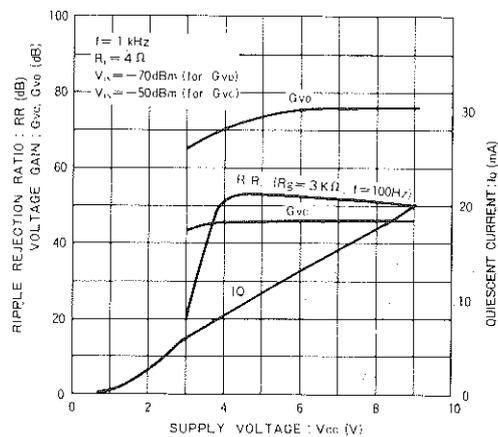
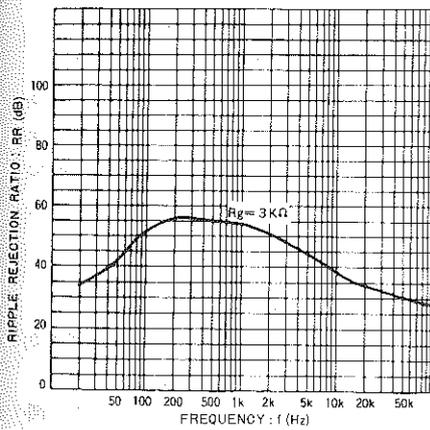

図5 PR, Gvc—電源電圧特性
図11 リップル除去率-周波数特性
- 4) 高リップル除去率(55dB)、さらにポップノイズが皆無であることと相まって高品位である。(図5、図11参照)